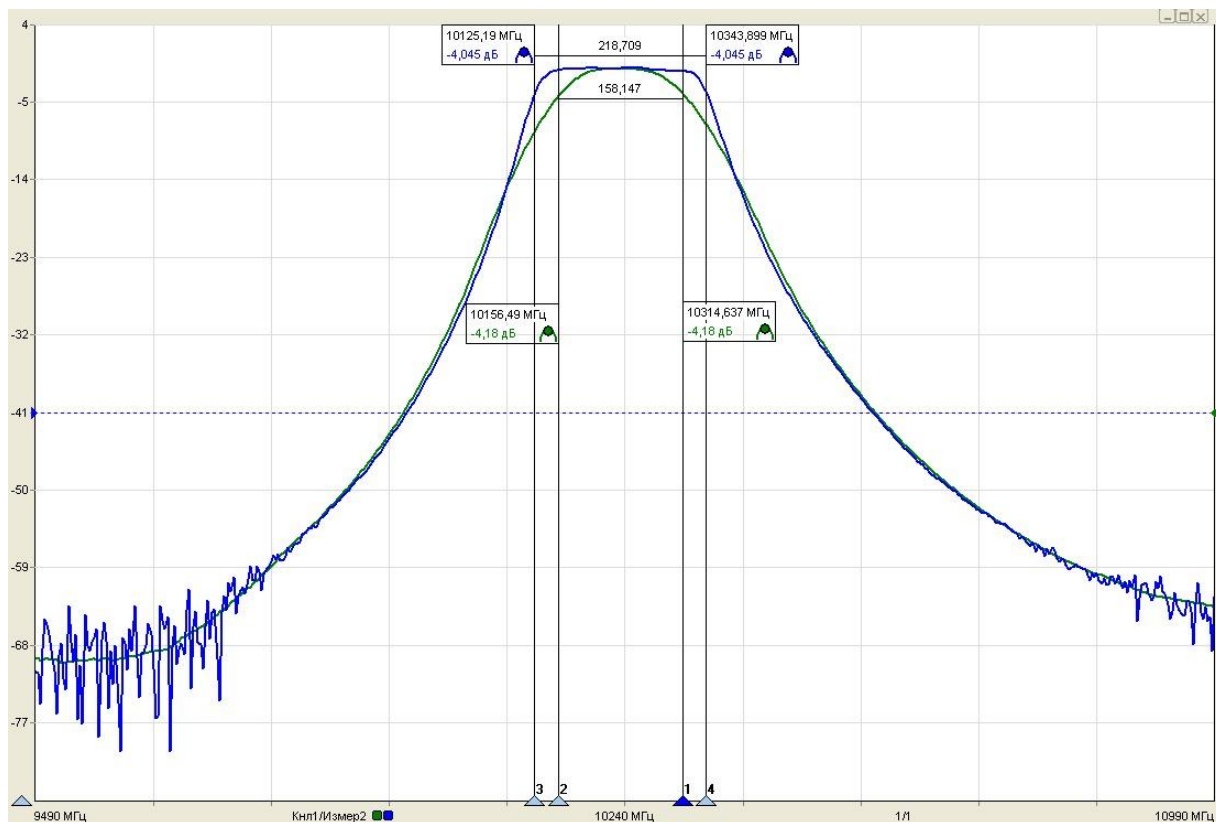

Рисунок 5.8 – График измерения модуля КП полосового фильтра
**Примечание** – При тестировании узкополосных устройств, используйте функцию «Сглаживание» очень предусмотрительно, потому что возможны затягивания резких перепадов частотной характеристики ИУ (рисунок 5.8). Работа этой функции подобна фильтру нижних частот.